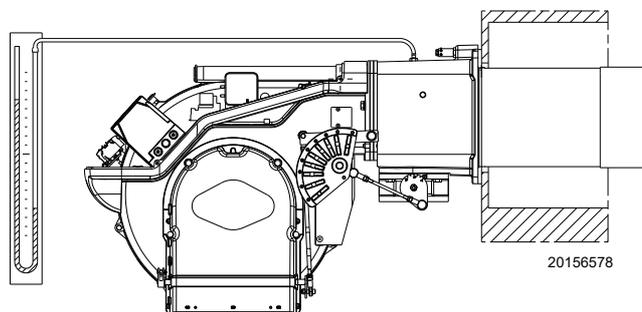

Fig. 34
- Instalar un manómetro de tubo en "U" (Fig. 34) en la toma de presión del gas del manguito.
La llegada de gas al manguito puede observarse en el manómetro en U (Fig. 34, en pág. 26). Una vez efectuado el encendido, se procederá a la regulación completa del quemador.
Orientativamente, puede obtenerse consultando la Tab. J, en pág. 22, basta con leer la presión del gas en el manómetro en "U", ver Fig. 34, en pág. 26, y seguir las indicaciones.